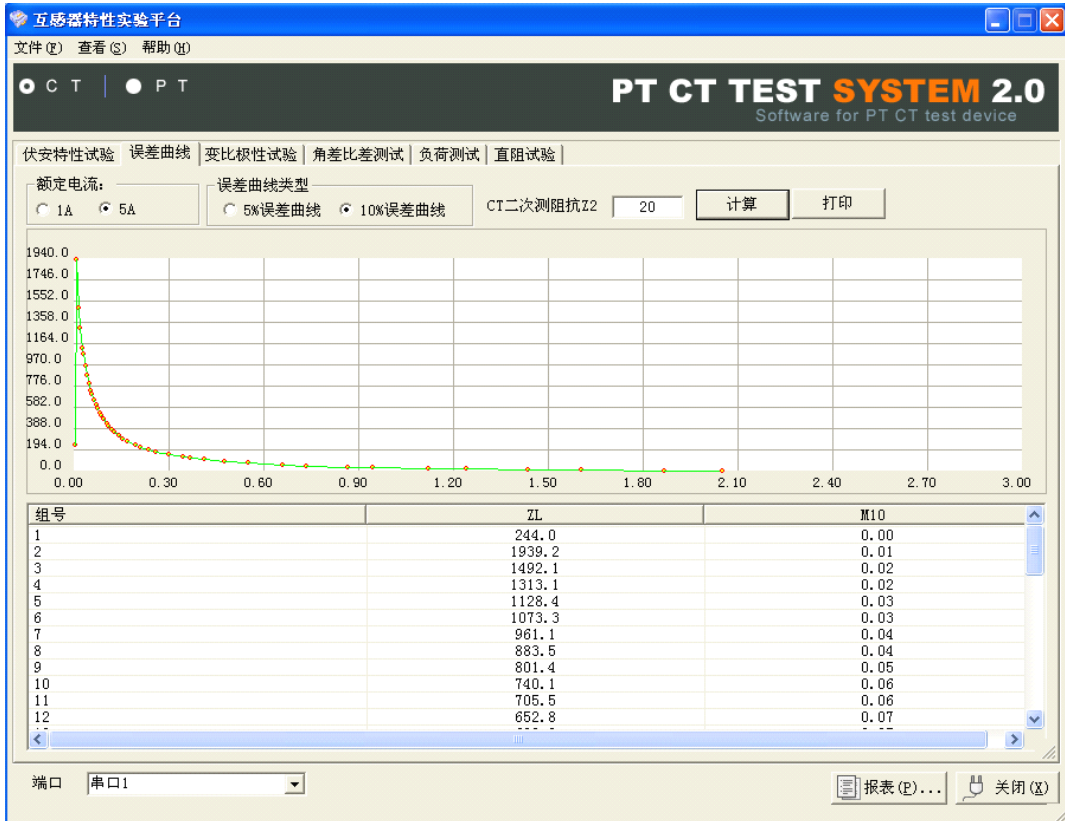
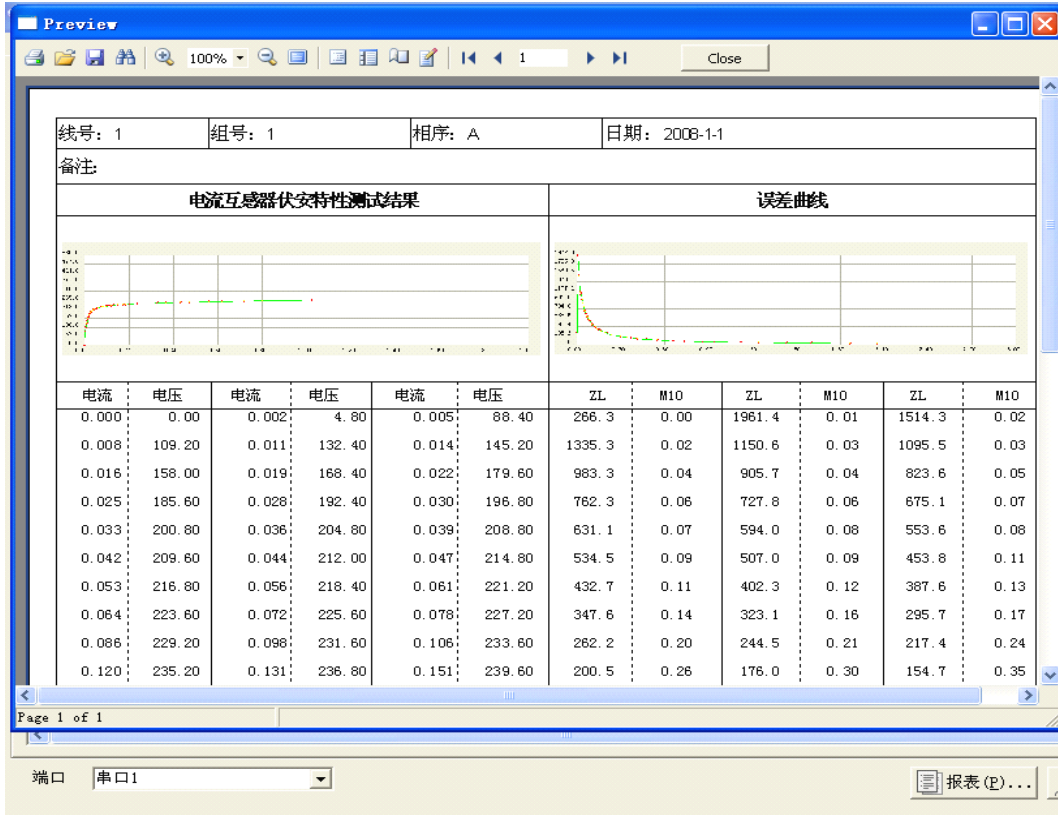

图 20
图 21
- 6. 查看误差曲线，选择“误差曲线”，进入菜单后，根据 CT 参数选择额定电流，误差曲线类型和二次阻抗。如图 20 为误差曲线和数据。点击打印即可将伏安特性和误差曲线一同打印，如图 21。